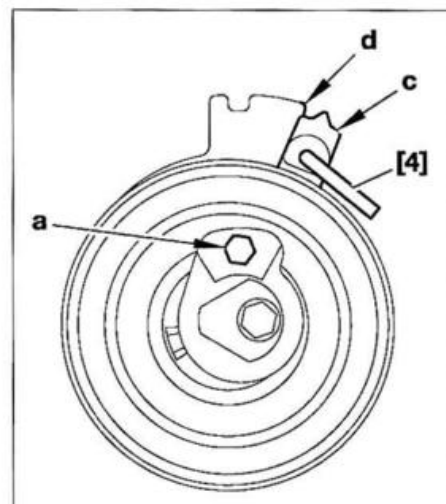

FIG. 15
- Girar el rodillo tensor con una llave hexagonal en "a" para llevar el índice "c" a la posición "d" (fig. 15).